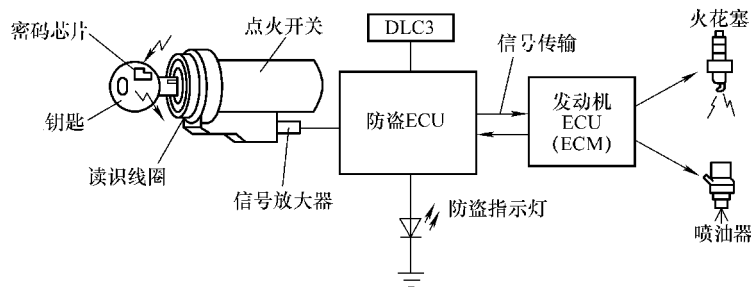

图 11-8 丰田轿车防起动系统的组成和工作原理
(1) 组成 丰田防起动系统主要由点火开关（含读识线圈）、钥匙（含密码芯片）、防盗 ECU、发动机 ECU 以及连接线路等组成。
(2) 工作原理 如图 11-8 所示，防起动系统采用专门的防盗 ECU 或在发动机 ECU 中设置防盗功能，并且在钥匙中置入一块带有起动密码的缩微电子芯片，在起动时，防起动系统将会对钥匙的密码进行认证，认可后才能起动发动机。防起动系统被触发后，控制电脑会将点火及喷油器信号同时锁止。